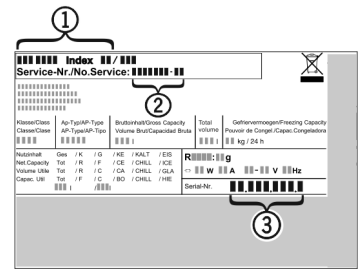

Fig. 11
- Leggere la denominazione dell'apparecchio Fig. 11 (1), il n° assistenza Fig. 11 (2) e il n° di serie Fig. 11 (3) sulla targhetta identificativa. La targhetta identificativa è situata all'interno dell'apparecchio, sul lato sinistro.
- Informare il servizio di assistenza e comunicare il difetto, la denominazione dell'apparecchio Fig. 11 (1), il n° assistenza Fig. 11 (2) e il n° di serie Fig. 11 (3) .